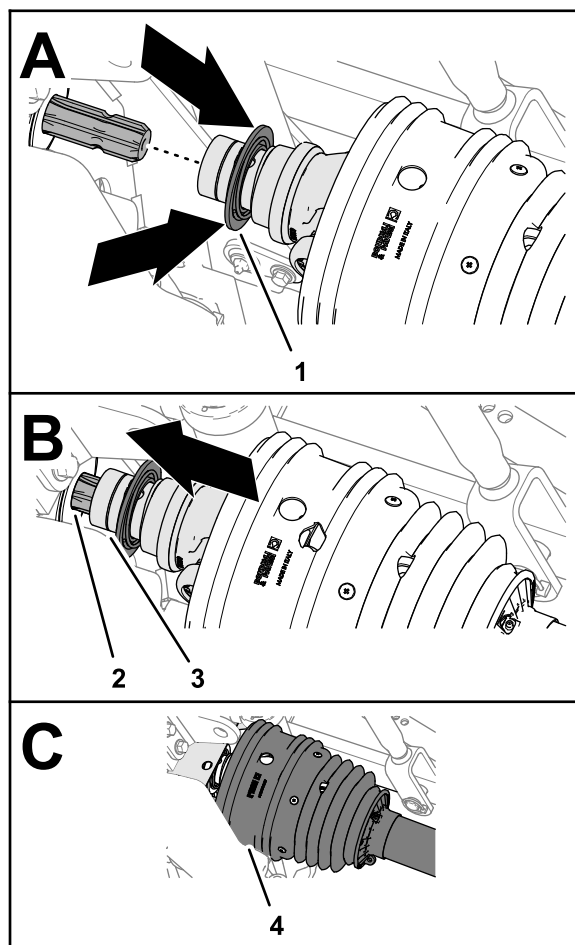

Рисунок 25
2. Оттяните назад запорное кольцо быстроразъемного соединителя (Рисунок 25).
3. Оттягивая назад запорное кольцо, потяните вилку приводного вала механизма отбора мощности вперед и наденьте гнездо соединителя на шлицы выходного вала механизма отбора мощности (Рисунок 25).
5. Убедитесь, что кожух расположен поверх вилки приводного вала (Рисунок 25).